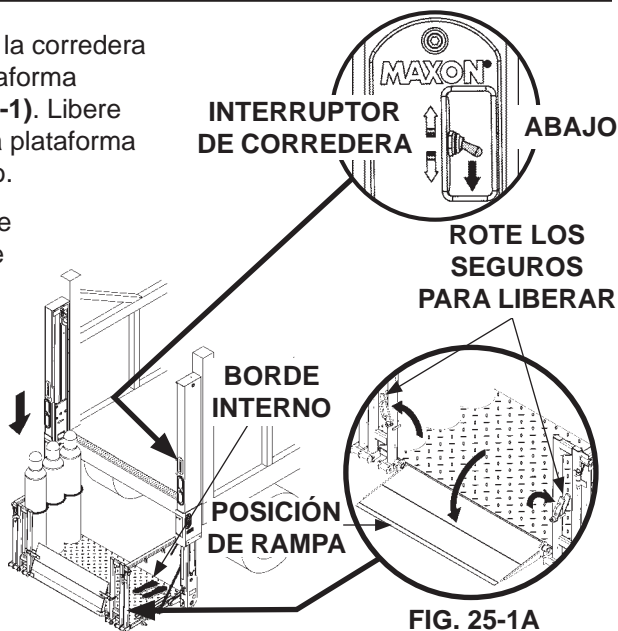

FIG. 25-1
1. Utilice el interruptor de la corredera para descender la plataforma hasta el suelo (**FIG. 25-1**). Libere el interruptor cuando la plataforma llegue al nivel del suelo.